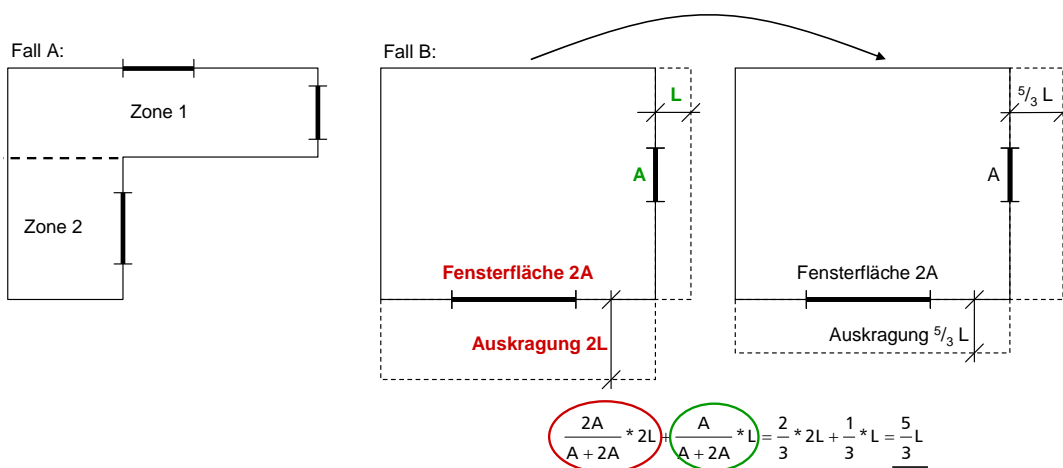
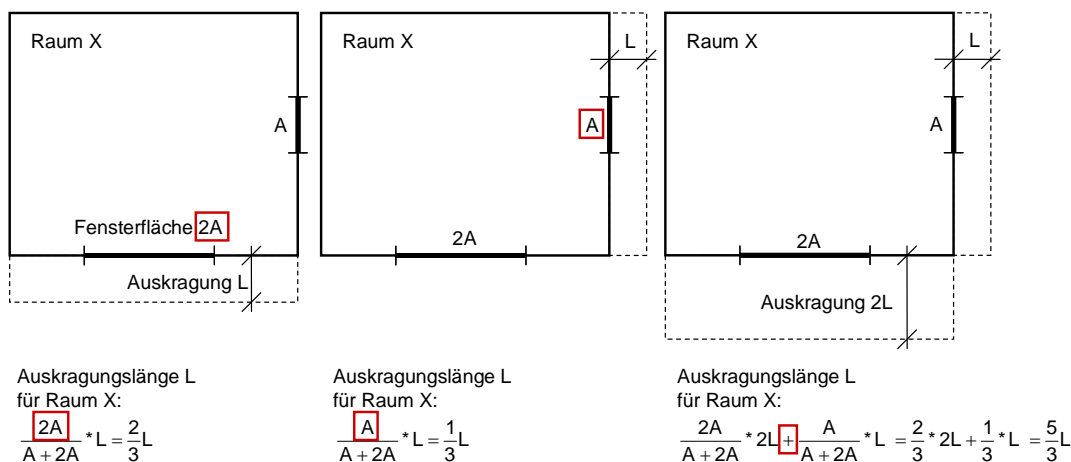
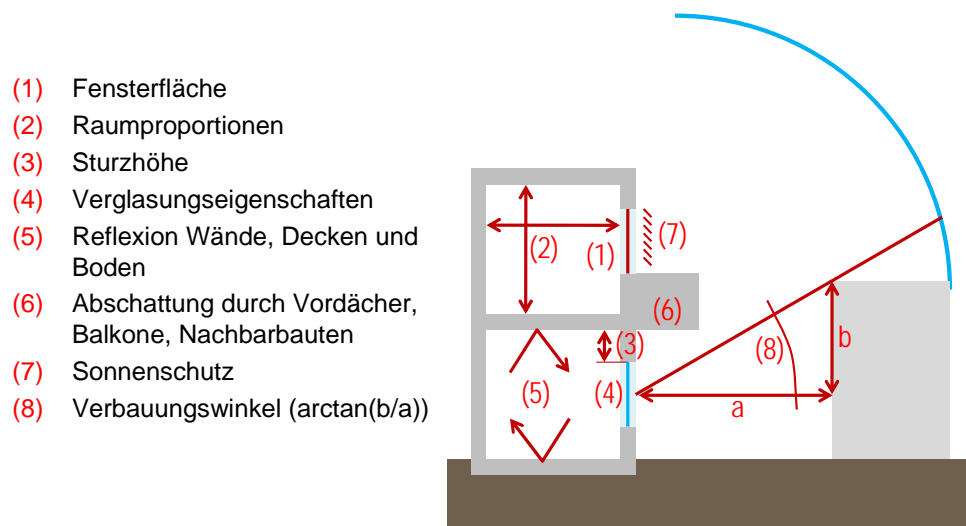

Abbildung 1: Zonen- oder Mittelwertbildung
Abbildung 2: Verschiedene Ausgangslagen für die Mittelwertbildung
Abbildung 3: Eingabeparameter zur Tageslichterfüllungsberechnung
2. Es sind alle typischen Hauptnutzräume einzugeben (keine Nebennutzräume!). Hauptnutzräume sind Räume, in denen sich Menschen eine längere Zeit aufhalten. Bei Räumen mit unterschiedlichen Eigenschaften können entweder Zonen gebildet werden (Fall A, Abbildung 1) und/oder Mittelwerte aufgrund der Fensteranteile für z.B. Auskragungen (Fall B, Abbildung 1 und Abbildung 2) oder Verbauungswinkel (siehe Abbildung 3, Punkt 8) eingegeben werden. Mittelwerte sind notwendig, da im Arbeitsblatt „Tageslicht“ pro Raum nur ein Wert für die Auskragungen und Verbauungswinkel anzugeben ist.